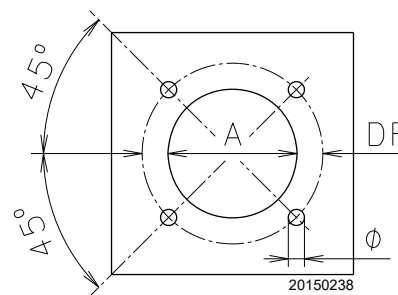

Рис. 15
- Установіть пальник у попередньо підготовлений отвір котла (Рис. 15) і зафіксуйте його гвинтами з комплекту постачання.